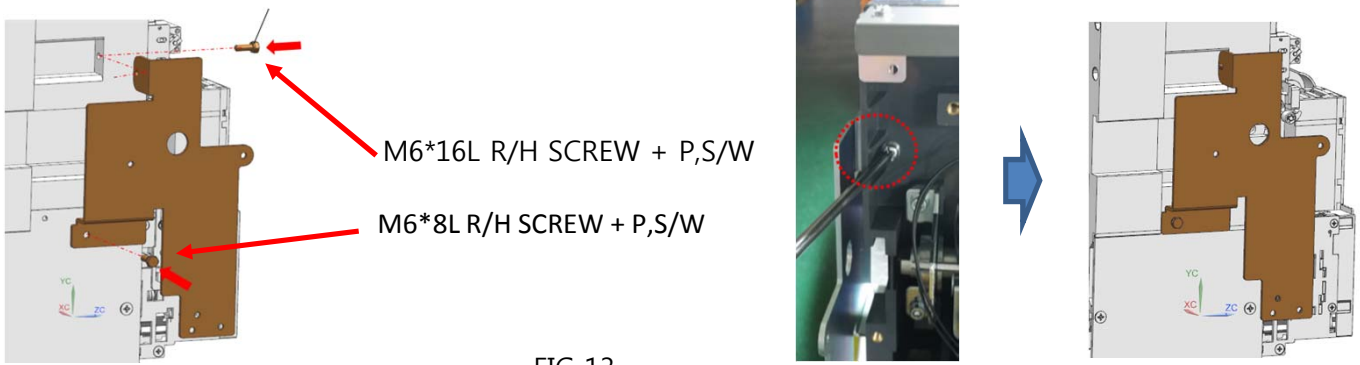

FIG 13
13. 고정형 BRACKET 설치 / INSTALLATION OF BRACKET FOR FIXED TYPE (FIG 13)